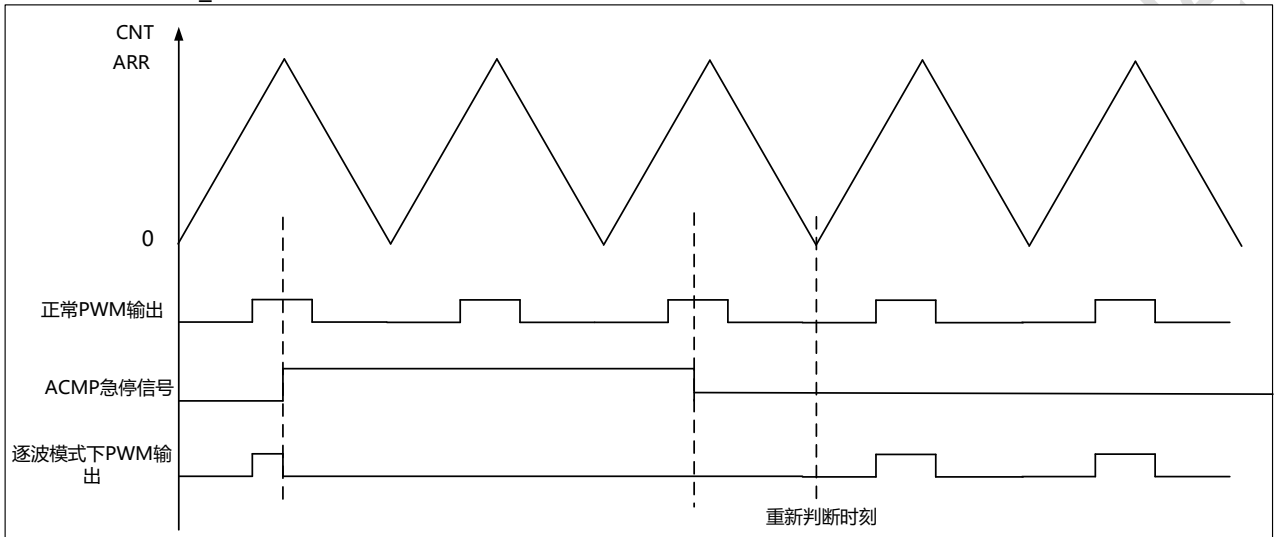

图 12-6 ACMP 逐波模式
**逐波模式:** 当 ACMP 输入的急停信号有效时, EPWM 切换到急停状态输出, 并在下次计数到 0 时, 硬件会再次判断 ACMP 急停信号是否仍然有效, 若失效, 则会退出急停状态, 逐波模式下硬件会在每个计数周期对 ACMP 急停信号判断, 动态切换 EPWM 输出, 若在计数周期内 ACMP 输入失效, EPWM 也不会立刻切换输出。如图 12-6 ACMP 逐波模式所示。